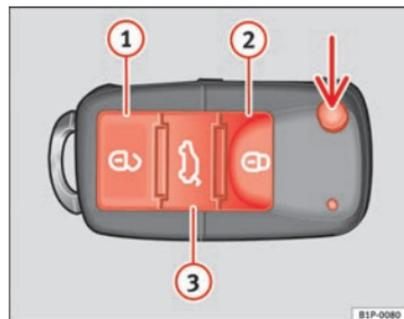

Fig. 62 Tasti della chiave con telecomando
Con il tasto  ⇒ fig. 62 (freccia) del telecomando, si sblocca lo scatto della chiave.
Sblocco del veicolo  ⇒ fig. 62 ①.
Tasto di chiusura  ⇒ fig. 62 ②.
Sblocco del portellone posteriore. Tenere premuto il tasto  ⇒ fig. 62 ③ fino a quando lampeggiano brevemente tutti gli indicatori di direzione. Dopo aver premuto il tasto di sblocco  ③, si hanno 2 minuti per aprire il portellone. Una volta trascorso questo periodo si blocca di nuovo.
Inoltre, la spia della pila della chiave ⇒ fig. 62, lampeggia.
Premere una sola volta il tasto  ⇒ fig. 62 ①, per aprire la porta del conducente, le altre porte rimarranno chiuse. ►
⇒ pag. 108, fig. 62 .
- Premere il tasto  ⇒ pag. 108, fig. 62 del telecomando.